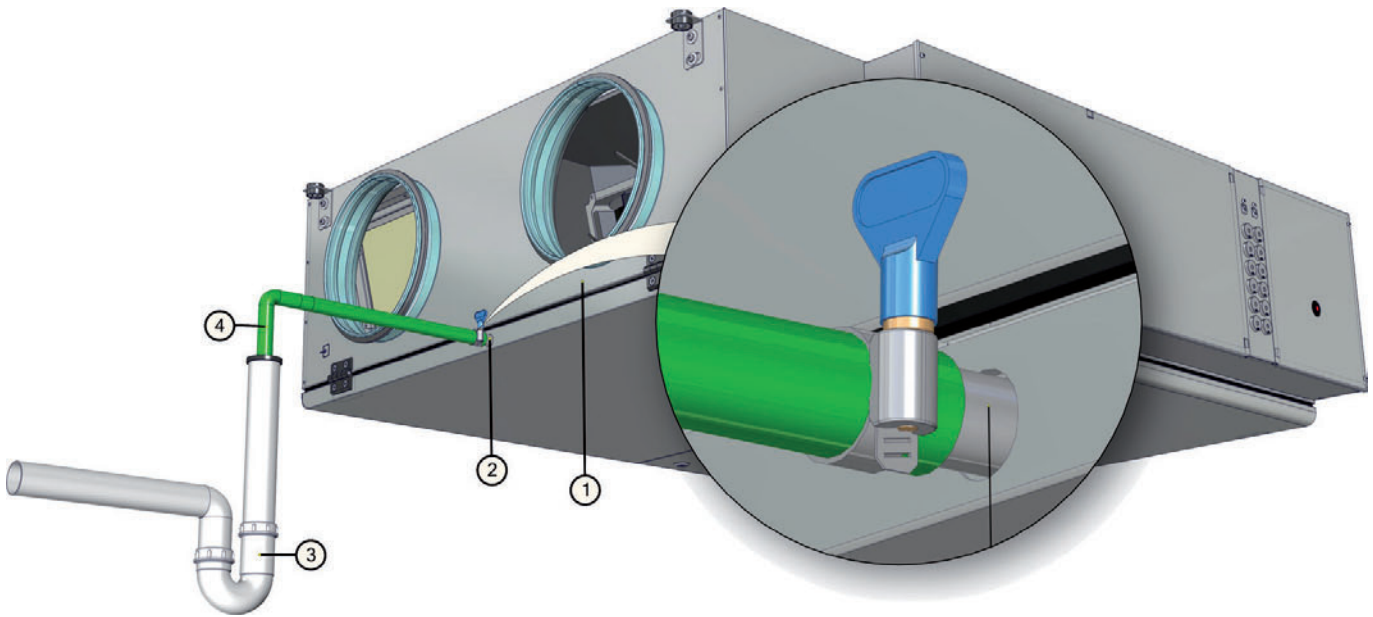

Рис. 9.1. Отвод конденсата от вентустановки.
После монтажа дренажной системы проверьте ее работу, залив в поддон отвода конденсата 0,5 литра воды (сифон (3) должен быть постоянно заполнен водой). Если вода не вытекает из поддона, устраните данную неисправность. Система отвода конденсата должна эксплуатироваться в помещениях с температурой воздуха выше 0 °С, в противном случае необходимо покрыть тепловой изоляцией всю систему отвода конденсата от вентустановки до канализационной трубы и проложить нагревательный элемент (в виде кабеля) под изоляцией. Схема отвода конденсата от вентустановки показана на рис. 9.1.